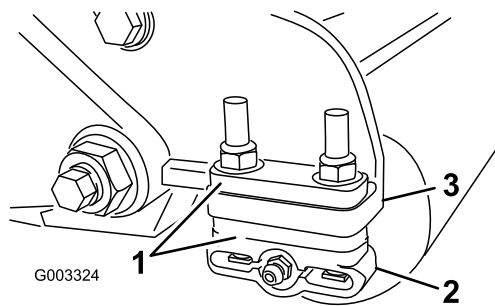

Figura 12
- Ajuste os suportes do rolo traseiro (Figura 12) na altura desejada do limite de corte posicionando a quantidade necessária de espaçadores por baixo da flange de montagem da placa lateral (Figura 12) de acordo com a tabela de alturas de corte.